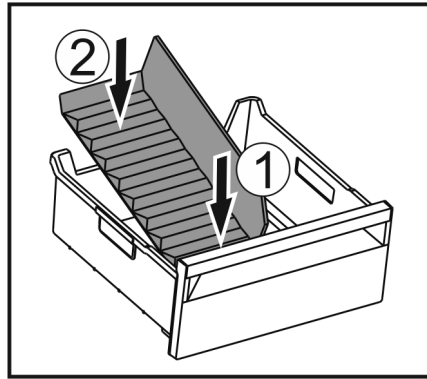

Fig. 196
- Buz bölmesi ayırıcının ön kısmını yerleştirin. Fig. 196 (1)
- Buz bölmesi ayırıcının arka kısmını çekmece tabanına kadar aşağı indirin. Fig. 196 (2)